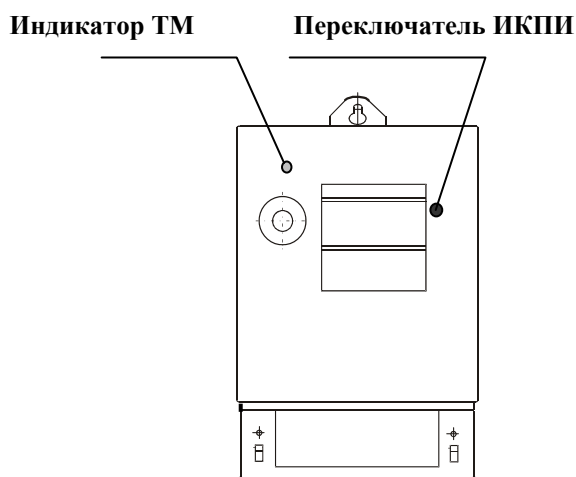

Рисунок 1 – Расположение инфракрасного переключателя индикации (ИКПИ) и индикатора функционирования (ТМ)
2.1.8 Счетчики оснащены инфракрасным переключателем индикации (ИКПИ), при помощи которого можно просмотреть данные по всем измеряемым величинам в ручном режиме (см. рисунок 1).